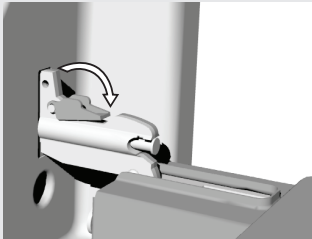

Abb. 2
- Fassen Sie die Glasscheibe am unteren Rand an, heben Sie sie leicht an, damit sie aus dem Träger herausspringt und nehmen Sie sie heraus (Abb. 2).
- Drehen Sie beim **GentleClose** System die Aushängesperre um 90° zurück (Abb. 2).